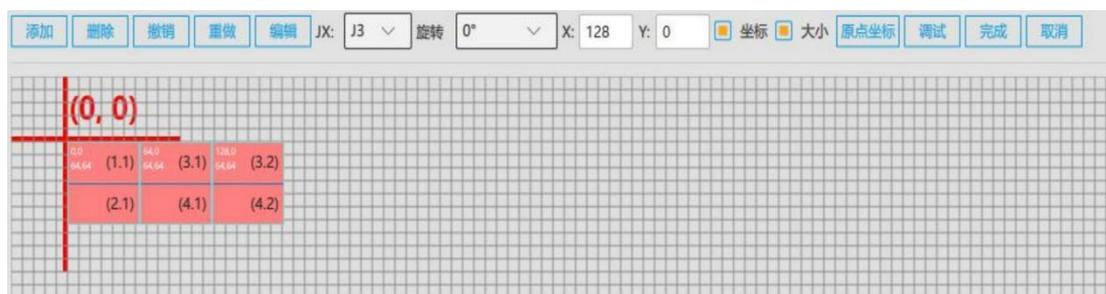

图 5-2 构造不规则箱体
- 选择“高级设计”单击“高级布局”弹出如图 5-2 所示对话框。